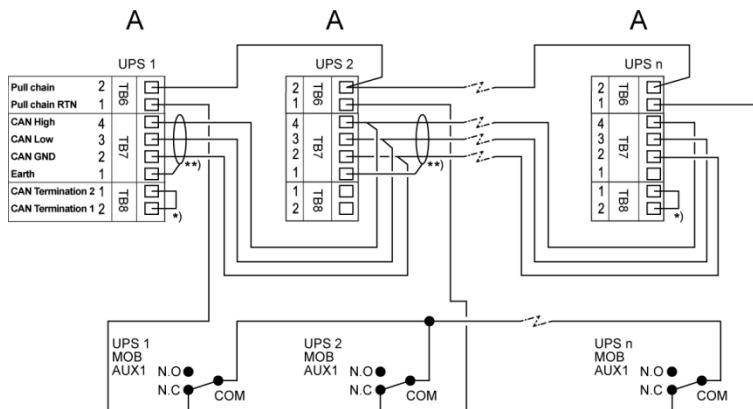
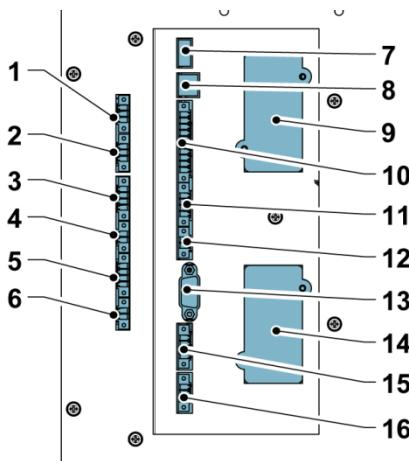

Рисунок 20. Проводка для сети CAN и параллельного монтажа для системы ИБП с параллельным подключением и выходными выключателями модулей
Рисунок 22. Интерфейсы связи ИБП Eaton 93PS 8-20 кВт
2. Клеммные блоки TB6, TB7 и TB8 предназначены для подключения внешних управляющих сигналов (см. Figure 20 и Figure 22).